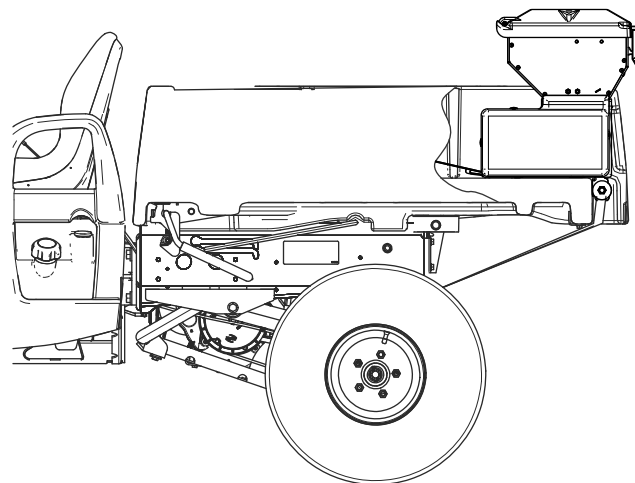

图 26
2. 将撒布机滑到 UTV 车箱上直至车箱止动装置接触到车箱 图 26。